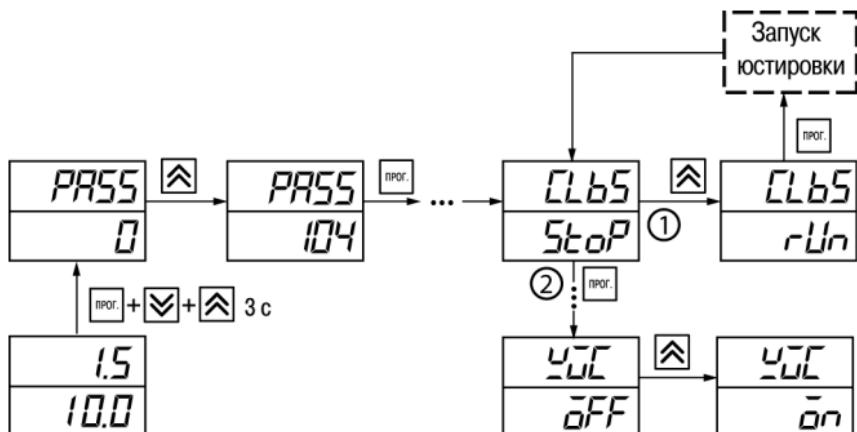

Рисунок 8.7 – Последовательность действий во время юстировки
- Установить в параметре  $\text{Lb}5$  значение  $rUn$  и нажать кнопку  (см. рисунок 8.7, шаг 1).
- Включить автоматическую коррекцию ЭДС ТП по температуре его свободных концов, установив в параметре  $UIC$  значение  $on$  (см. рисунок 8.7, шаг 2).